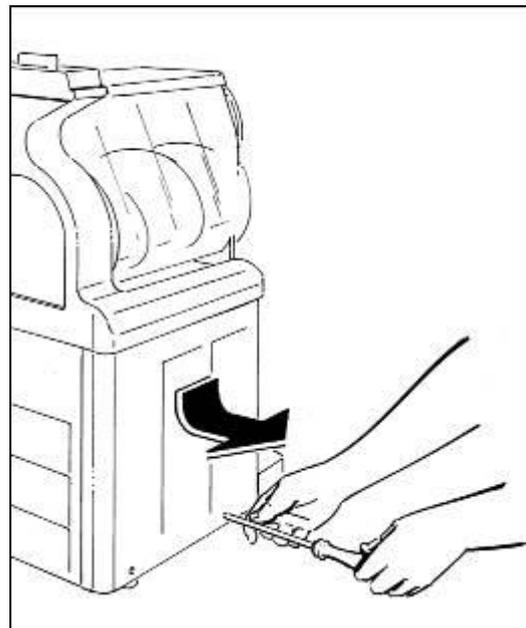

Fig. 46
- Pour la GT2 : - retirer le panneau latéral gauche en dévissant les deux vis qui le retiennent sur sa partie inférieure (fig.46);